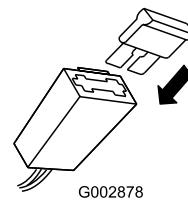

Bild 39
2. Wechseln Sie die Sicherung im Sicherungshalter aus (Bild 39).